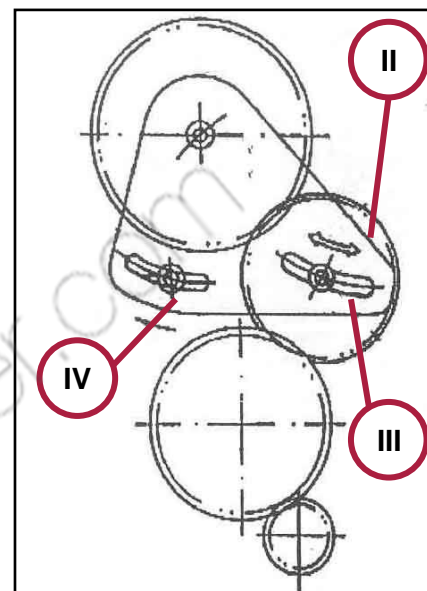

Figura 44 – Giochi degli ingranaggi.
**Per ridurre e/o regolare i giochi, muovere l'ingranaggio II e serrare con forza i dadi III e IV (vedere la Figura 44).**